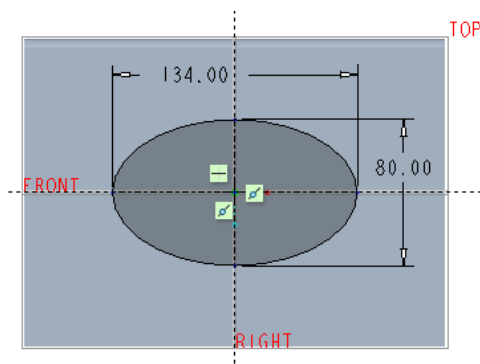

图 2-50 草绘
(4) 指定绘图参考并绘制图 2-50 所示的图形，单击 （确定）按钮。